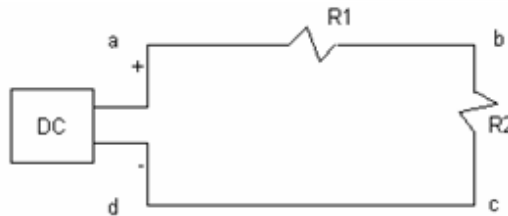

FIGURA 3.
1. Construir el circuito que se muestra en la figura 3 y alimentarlo con una diferencia de potencial de 8.0 V dc. Anote los valores de R_1 y R_2 que utilizará en su circuito en la sección hoja de datos y análisis de resultados.